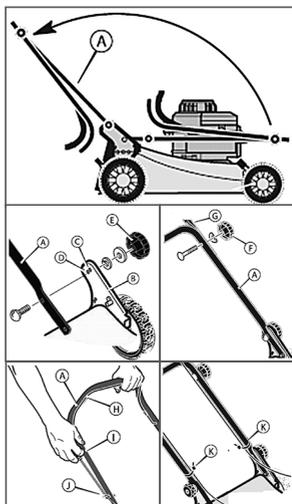

Рис. 3 Сборка газонокосилки
3. Установите нижнюю часть А рукоятки в рабочее положение (Рис. 3).
4. В скобе рукоятки (В) имеется два крепежных отверстия (Рис. 3). Используйте отверстие (С) для крепления рукоятки в верхнем положении. Используйте отверстие (D) для крепления рукоятки в нижнем положении.
5. Закрепите отверстие в любом из отверстий (С) или (D), в соответствии с рисунком. Закрутите зажимы (Е) до фиксации нижней части рукоятки.
6. Снимите зажимы (F) и крепежные элементы с нижней рукоятки (А). Установите верхнюю рукоятку (G) в рабочее положение. Затягивайте зажимы (F) до фиксации верхней и нижней рукоятки в соответствующих положениях.
7. Для установки троса ручного стартера, сначала необходимо задействовать рычаг останова двигателя (Н). Медленно потяните рукоятку ручного стартера (I) и заправьте трос ручного стартера в направляющую (J).
8. Закрепите тросы на рукоятке, при помощи держателей (K). Рис. 3 Сборка газонокосилки